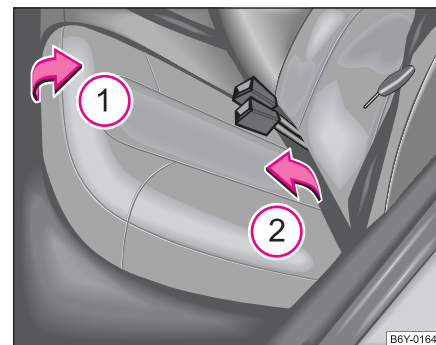

Fig. 51 Abatir hacia delante el banco trasero
- Tirar hacia arriba del banco trasero en el sentido de la flecha ① ⇒ página 75, fig. 51 y abatirlo hacia delante en el sentido de la flecha ②.